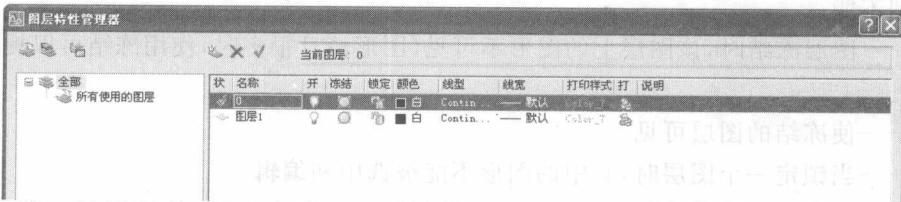

图 2-4 创建图层
- (1) 在“对象特征”工具栏中,单击“图层”按钮。在图层特性管理器中,单击“新建”按钮,图层列表框中显示名为“图层 1”的图层名。如图 2-4 所示。